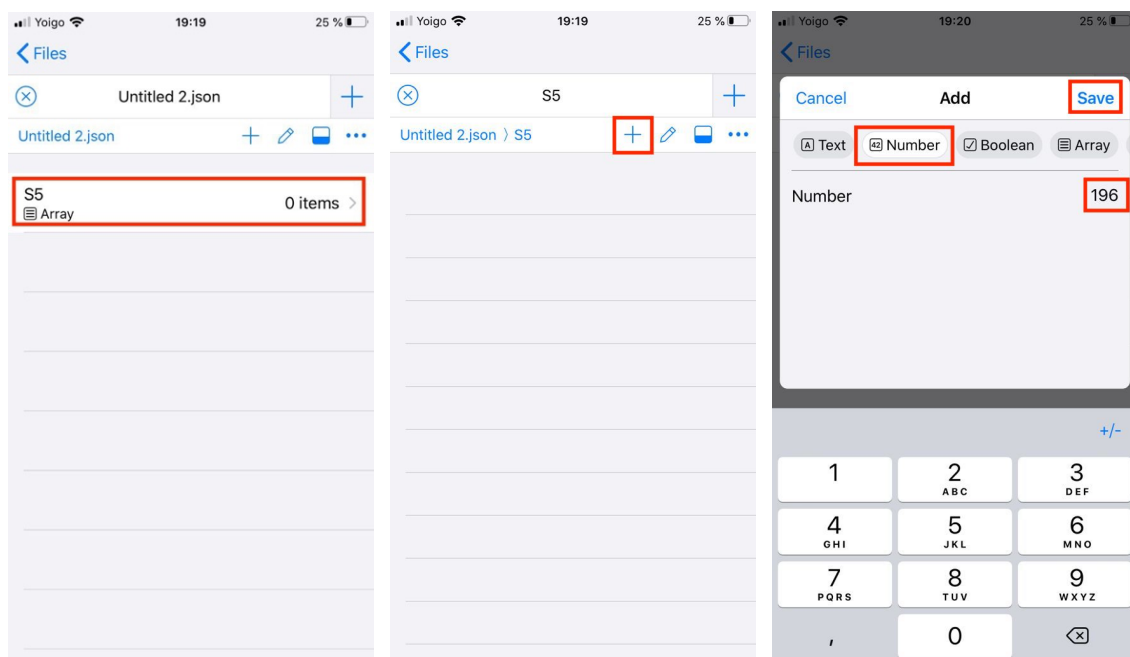

Figura 23. Introducción de los valores del array con clave S5.
6. Seleccione que se va a introducir un número (“*Number*”), escriba el número (196) y pulse en “*save*” (guardar). En la Figura 23 se muestran las capturas explicativas.